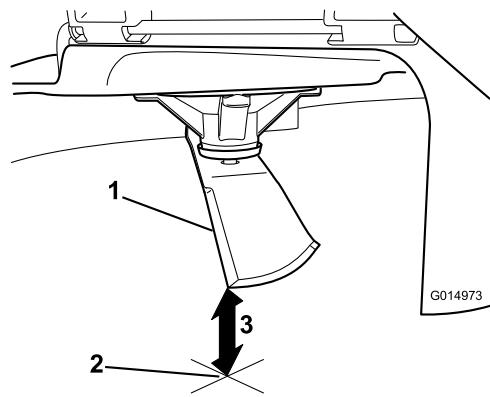

Figura 56
- 3. Misurate dalla punta della lama alla superficie piana (Figura 56).